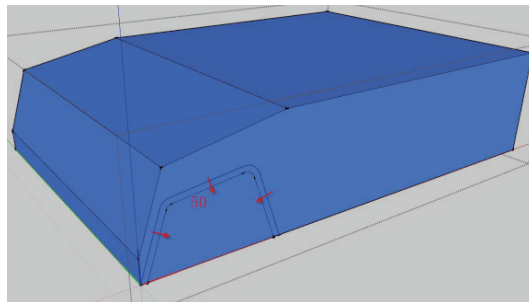

图 2.14 偏移线段
(4) 偏移直线。单击完成的直线，并配合 Ctrl 键选中三条线段及两段圆弧。按 F 快捷键发出“偏移”命令，将选中的线段向内偏移 50mm，如图 2.14 所示。